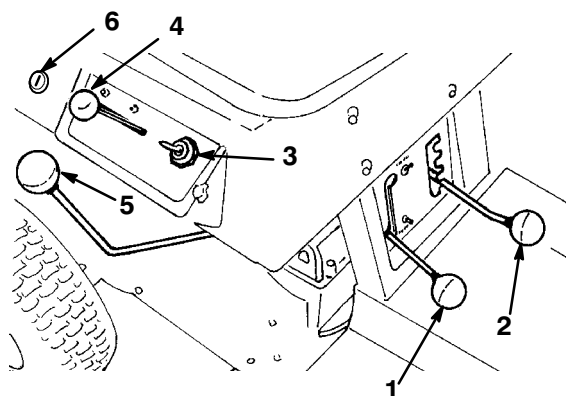

Figure 5
Avant de mettre le moteur en marche et d'utiliser la machine, familiarisez-vous avec toutes les commandes (Fig. 5).
(Fig. 5) — La boîte-pont comprend cinq vitesses de marche avant, le point mort et la marche arrière. Le levier de changement de vitesse est placé à droite du conducteur. Une sécurité empêche le démarrage du moteur quand la boîte-pont n'est pas au point mort.
(Fig. 5) — S'utilise pour embrayer et débrayer l'entraînement de la lame de la tondeuse. Une sécurité empêche le démarrage du moteur tant que le levier est en position EMBRAYEE. Le moteur ne peut démarrer que si le levier est en position DEBRAYEE.
(Fig. 5) — Commande l'ouverture ou la fermeture du papillon des gaz et du volet de starter du carburateur. Quatre positions possibles: ralenti (IDLE), marche (OPERATE), redémarrage à chaud (HOT RESTART) et starter (CHOKE). Pousser légèrement la manette vers la gauche et vers le haut pour obtenir la position "starter".
(Fig. 5) — Tourner la clé puis la laisser revenir pour désactiver temporairement la sécurité d'interdiction du travail en marche arrière. Le commutateur se trouve sur le panneau de droite, sous le siège, vers l'arrière.
(Fig. 5) — Ce commutateur fait partie du circuit d'allumage du moteur, il offre trois positions: arrêt (OFF), marche (ON), et démarrage (START). Lorsqu'on lâche la clé de contact dès que le moteur démarre, elle revient automatiquement de la position de démarrage en position de marche.
(Fig. 5) — Permet de régler la hauteur de coupe d'environ 38 à 89 mm (1 1/2 à 3 1/2), en cinq positions.